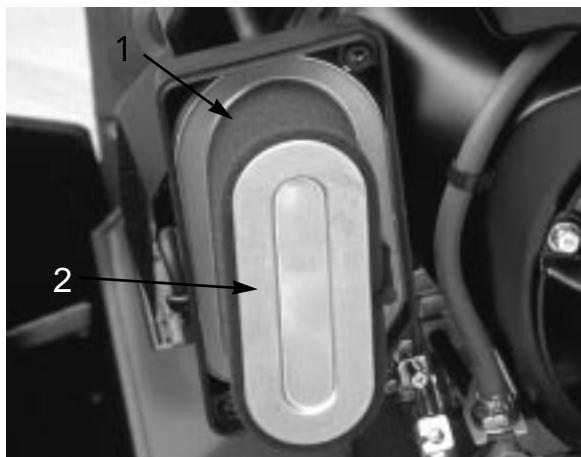

図30
4. スポンジ(図30)を点検し、汚れていればペーパー・エレメントから外してきれいに洗う。